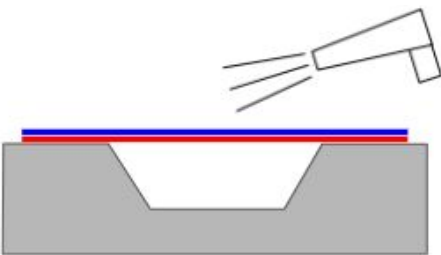

Abbildung 2
- 2) Erwärmen Sie das Material auf 35 bis 50 °C, damit die Folie weicher wird. Dadurch lässt sie sich leichter einbringen. *Abbildung 2*